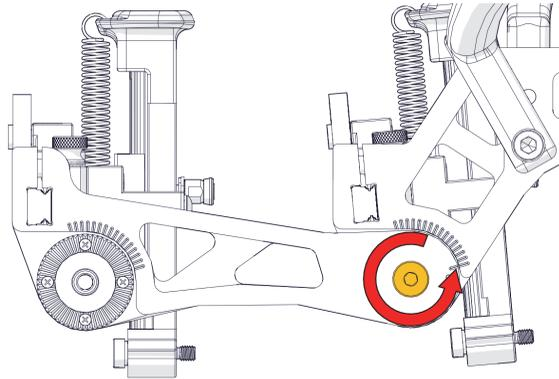

Figure 1-54 Desserrage de la vis du bras
1. Desserrez la vis du bras au moyen d'un tournevis à tête hexagonale de 6 mm (Figure 1-54 à la page 67).